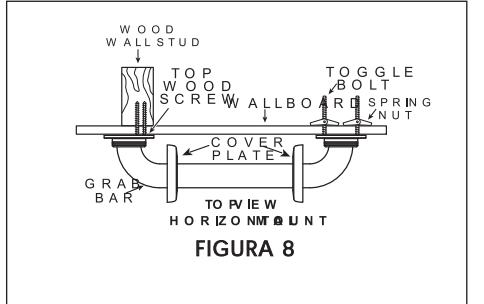

FIGURA 5
2. Use el taladro automático de 3/8 pulgadas con una fresa de 5/8 pulgadas para perforar seis (6) agujeros donde están marcados.
3. Introduzca un (1) TORNILLO FIADOR a través de cualquiera de los agujeros para la instalación en uno de los extremos de la Barra de Seguridad. Comience con la tuerca de resorte en el extremo del TORNILLO DE FIJACIÓN como se muestra (vea la Figura 5), atornillándolo en la tuerca unas tres vueltas. Repita este paso con los dos (2) TORNILLOS DE FIJACIÓN restantes.